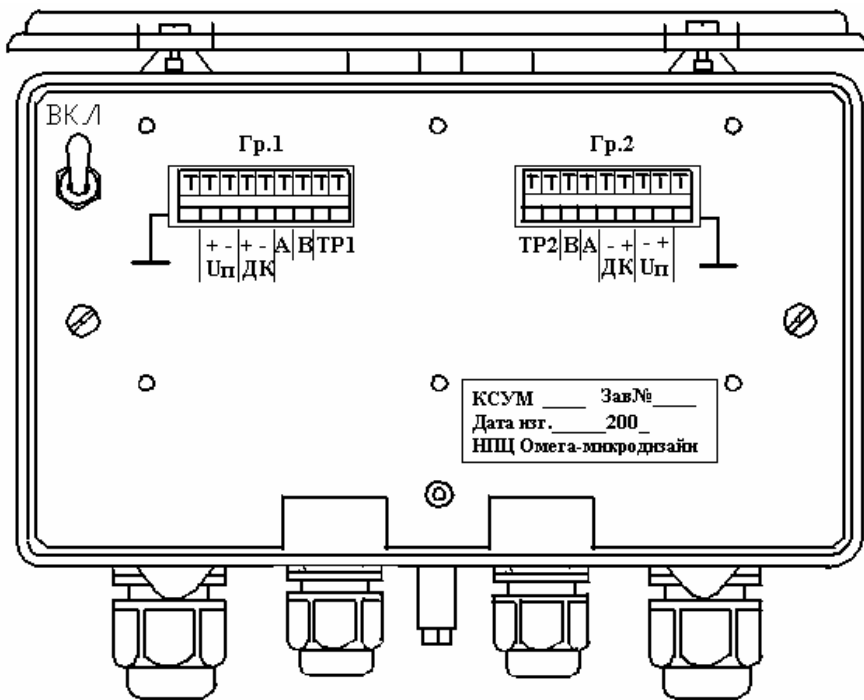
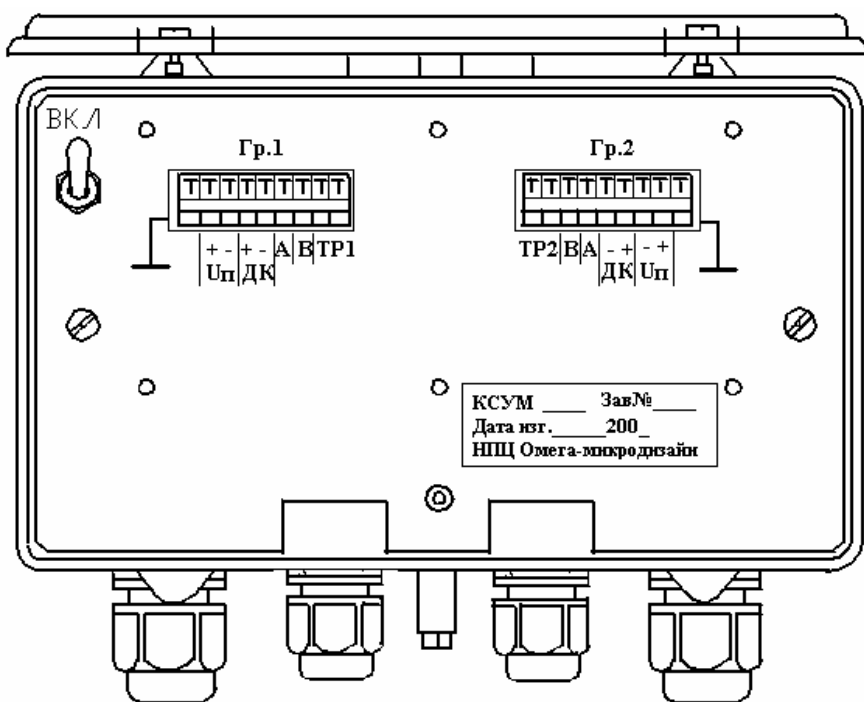

Рис. 1
Рис. 2
3.2. Конструкция **КСУМ** включает съемное шасси, которое крепится к корпусу двумя невыпадающими винтами (Рис.1, Рис.2). На шасси установлены тумблер «ВКЛ» и кнопка-датчик положения крышки «открыта-закрыта» («вскрытия» блока). В шасси имеются окна для доступа к контактам групп «Гр.1» и «Гр.2» для подключения двух сигнализационных устройств. На обратной стороне шасси установлена печатная плата с контактами для кроссовых соединений, а также элементы грозозащиты.